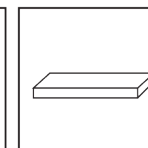

FIG. 5
- Magnets (LEDMAGMT) — See **FIG. 5**